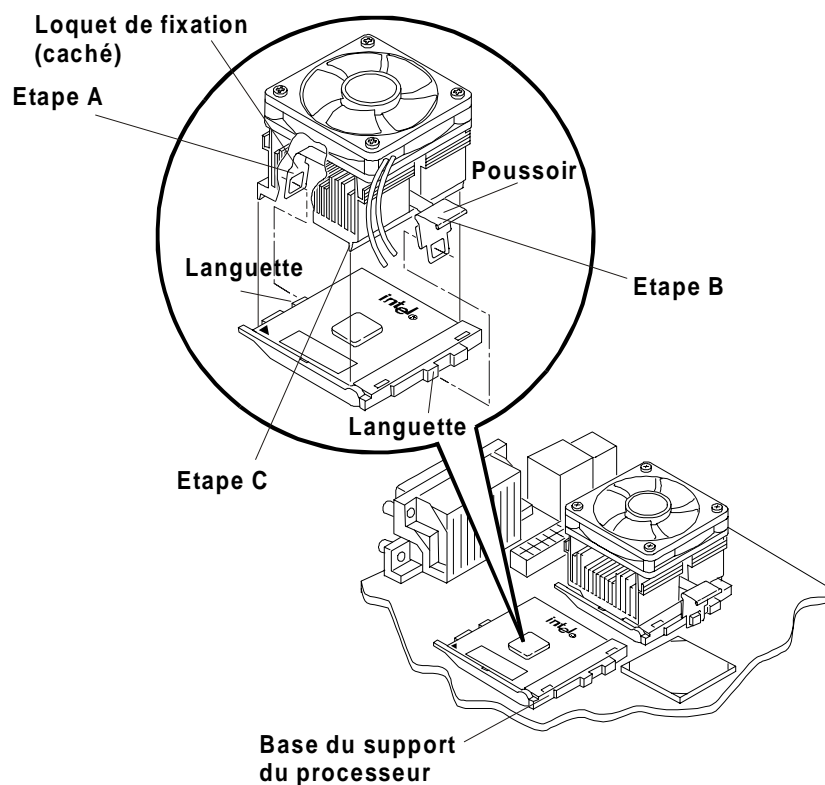

Figure 6-5. Installation du processeur sur la carte système
- a. Inclinez-le légèrement vers l'arrière du châssis pour que le loquet se mette correctement en place et soit inséré dans le taquet. Reportez-vous à la figure 6-5.
- b. Redressez le dissipateur de chaleur, placez-le sur le processeur et connectez le loquet de fixation sur le côté, à la base du support du processeur, comme illustré à la figure 6-5.
2. Libérez le loquet se trouvant sur le dissipateur de chaleur et soulevez légèrement ce dernier. Reportez-vous à la figure 6-5.